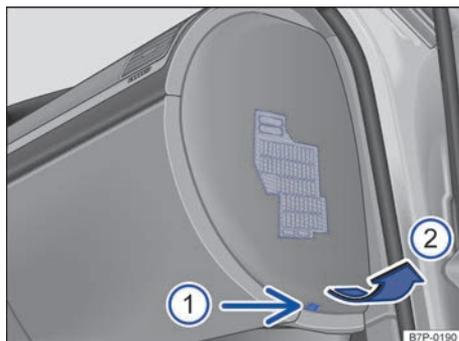
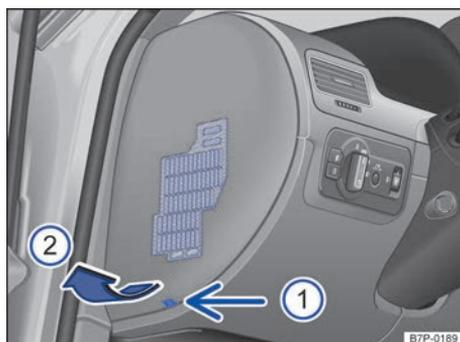

Fig. 276 En el lado derecho del cuadro de instrumentos: retirar la tapa de la caja de fusibles.
Fig. 275 En el lado izquierdo del cuadro de instrumentos: retirar la tapa de la caja de fusibles.
- Encaje un objeto plano, por ejemplo, el destornillador de las herramientas de a bordo, en el rebaje → fig. 275 (1) o → fig. 276 (1) y desmonte la tapa haciendo palanca con cuidado en el sentido de la flecha (2).